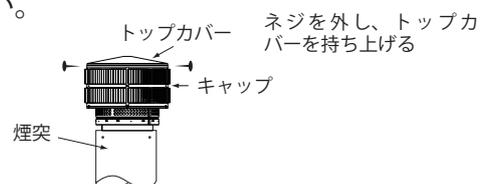

図4
- キャップと煙突の掃除のために、図4に示したように、ターミネーションキャップのトップを取り除いてください。